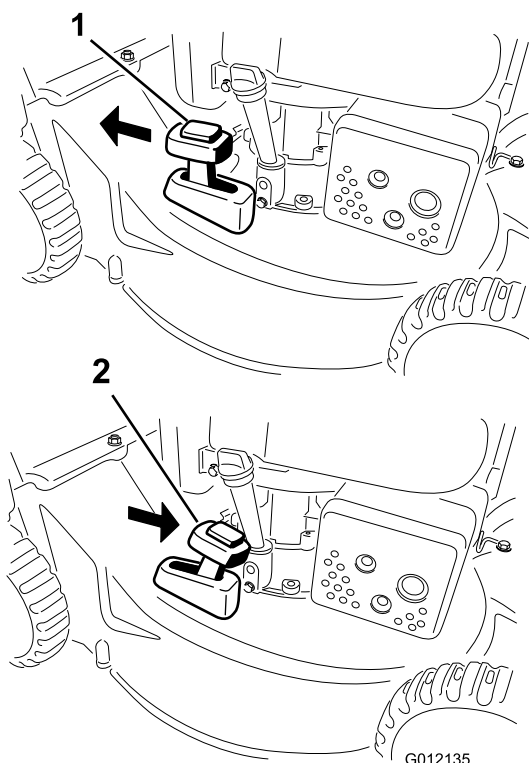

Figure 18
Pour recycler l'herbe coupée, placez le levier de ramassage sur demande en position RECYCLAGE (Figure 18).
2. Montez le bac à herbe ; voir Montage du bac à herbe \(page 11\) et amenez le levier de ramassage sur demande en position de RAMASSAGE, comme montré à la Figure 18.
doit être en position RAMASSAGE comme montré à la Figure 18.